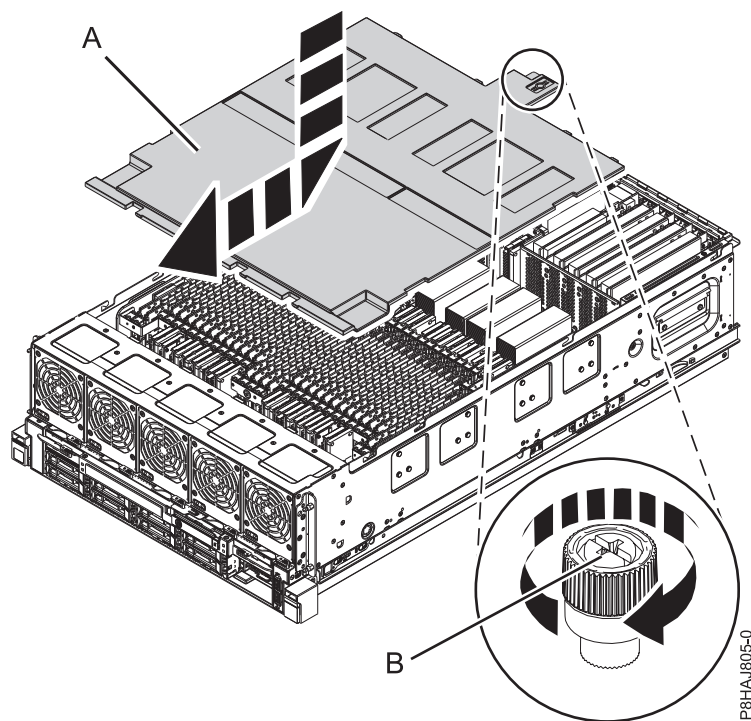

図 42. 安全カバーの再取り付け
2. 安全カバー (A) をシャーシ方向に押します。
3. つまみねじ (B) を、55 ページの図 42 に示されている方向に回転させて締めて、安全カバーをシャーシに固定します。